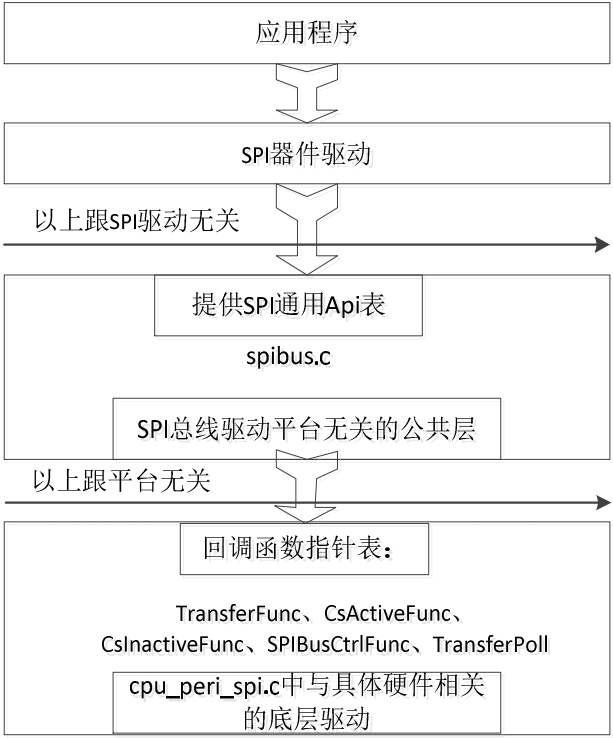

图 5-1 SPIBus 总线驱动架构
SPIBus 是 DjyBus 模块的一个子模块，其结构如图 5-1所示，它为 SPI 器件提供标准的、一致的应用程序编程接口，并且规范了硬件驱动接口。驱动接口分为总线控制器接口和 SPI 器件接口两部分，驱动的重点是总线控制器，而器件接口实际上就是配置一下该器件的物理参数。
- 2、 实现图 5-1中的 5 个回调函数（哪些需要实现，参考后续章节）。